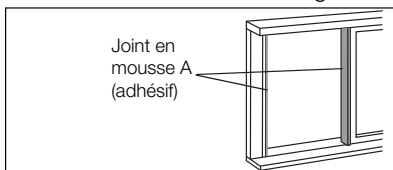

Fig. 18
1. Coupez les joints en mousse (adhésifs) à la bonne longueur et attachez-les au contour de la fenêtre. Voir Fig. 18.